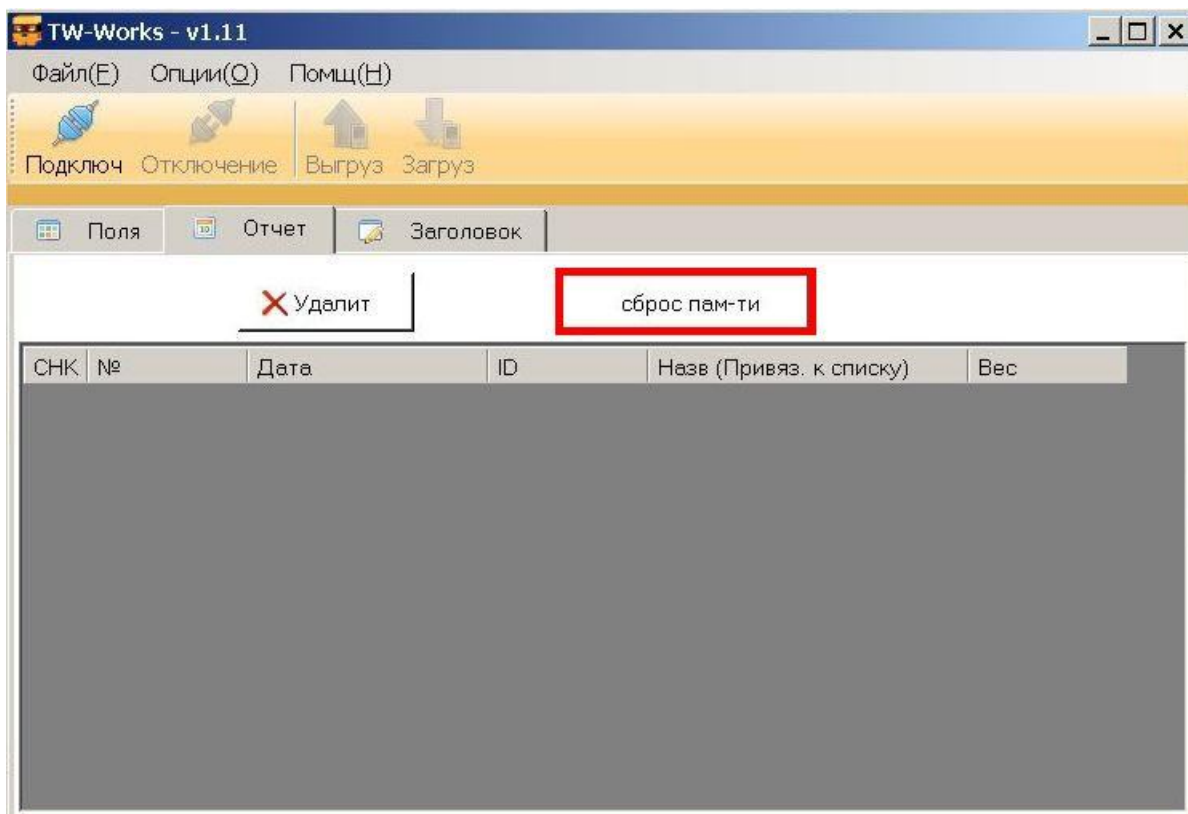

Рисунок 6.5
- ❑ Для полной очистки памяти в TWN нажать «сброс пам-ти» (см. рисунок 6.5). Память очистится.